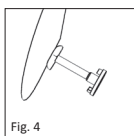

Fig. 4
■ **Fig. 4** Den stempelagtige del af sizeren er beregnet til at blive understøttet af stapes fodpladen under målingen. Den tallerkenformede del er beregnet til at ligge an imod trommehinden. Der skal ved bestemmelsen af protselængden tages hensyn til tykkelsen af transplantatet (f.eks. bruskskive), som sendere bruges til mellemlæg imod trommehinden. Når den optimale længde er blevet bestemt, kan den totale protese af den korrekte længde vælges/justeres.